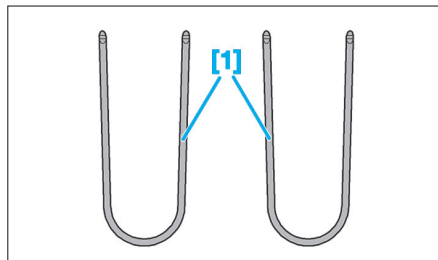

Fig. 24
- [1]. Outils pour la dépose d'autoradio (réf : 9769.C2 ou 9021-T) (Fig.24).